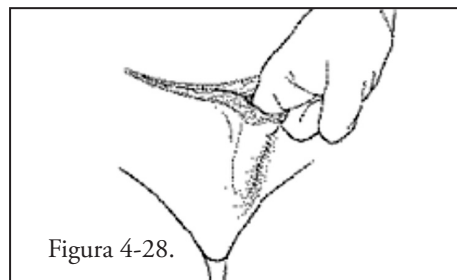

Figura 4-28.
13. Per impiantare la pompa di controllo nello scroto o nelle grandi labbra, praticare una dissezione smussa per creare una tasca dipendente sotto il muscolo darto. La pompa di controllo va posizionata sullo stesso lato in cui è stato posizionato il pallone per la regolazione della pressione. **(Figura 4-28)**